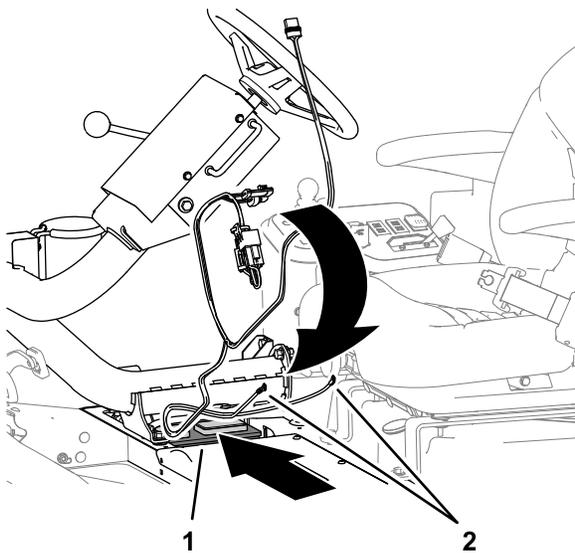

Figura 9
1. Encaminhe os dois terminais de anel da cablagem da alimentação através da abertura de onde removeu a cobertura da bateria interior (Figura 9).